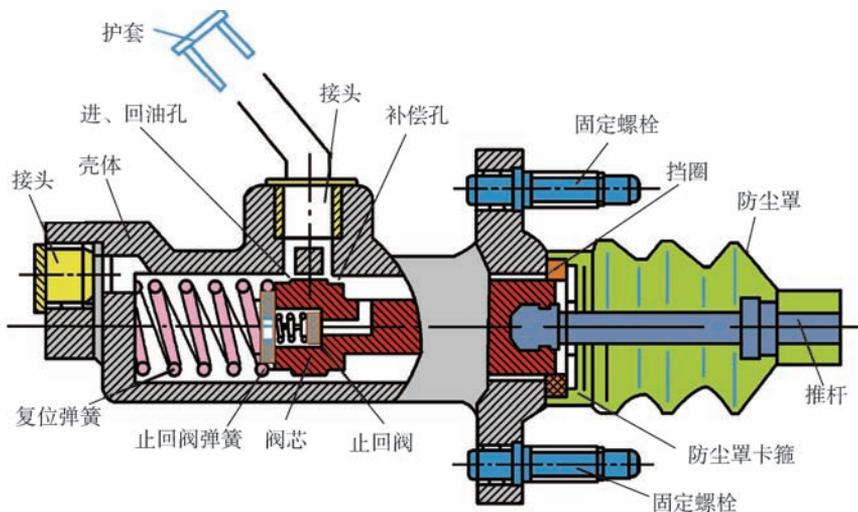

图 2-33 离合器主缸结构
1) 离合器主缸。离合器主缸结构如图 2-33 所示。主缸壳体上的进、回油孔和补偿孔通过进油软管与储液罐相通。主缸内装有活塞，活塞两端装有皮碗，左端中部装有单向阀，经小孔与活塞右方主缸内腔的油室相通。当离合器踏板处于完全放松位置时，活塞左端皮碗位于回油孔与补偿孔之间，两孔均与储液罐相通。